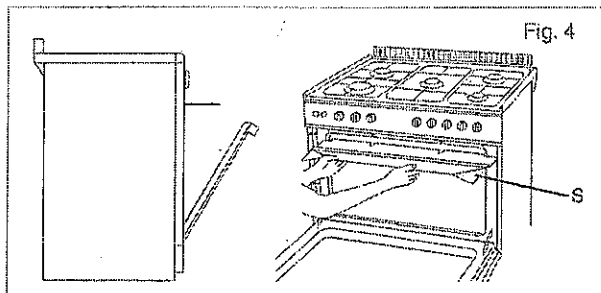

Fig. 4
Le grilloir doit toujours être utilisé avec porte entrouverte (en correspondance du premier déclenchement de la charnière), et le déflecteur pour la protection des manettes installé (fig. 4).
- Mettre en place l'écran S de protection de manettes et placer la porte en position entre ouverte (seulement pour les fours avec la manette du thermostat combiné au commutateur du four, voir fig. 4).